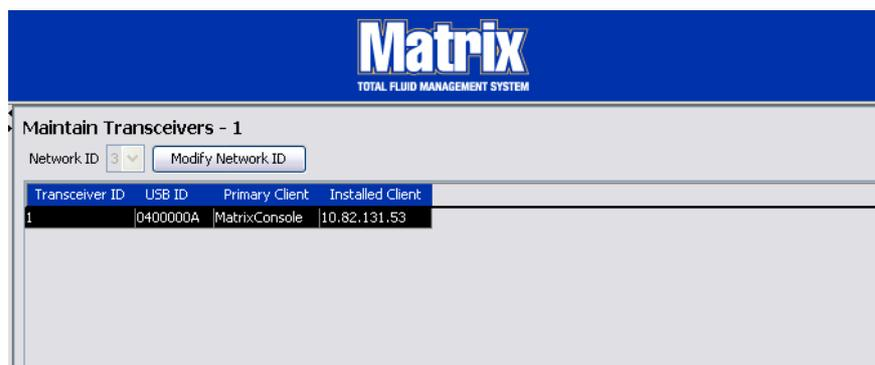

FIG. 61
1. Lorsqu'un émetteur-récepteur est branché dans le port USB de l'ordinateur, il est automatiquement ajouté en tête de la liste et le premier numéro d'identification d'émetteur-récepteur disponible lui est assigné comme illustré dans la FIG. 61. Le fait de débrancher ou d'éteindre l'émetteur-récepteur ne provoquera pas la disparition de ce dernier de la liste des émetteurs-récepteurs même si les deux fonctions arrêteront immédiatement la communication de ce dispositif.